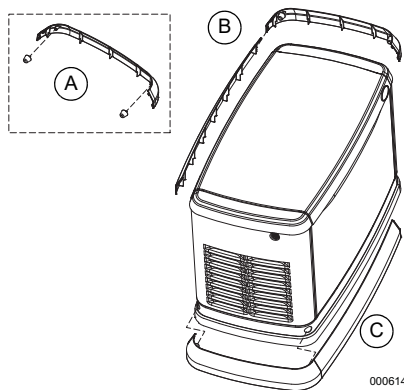

Figura 4-3. Instalação de fásia
2. Consulte Figura 4-3. Remova os amortecedores de borracha do saco e enrosque-os em furos roscados localizados dentro das peças finais da fásia (dois cada) opostos um ao outro (A).